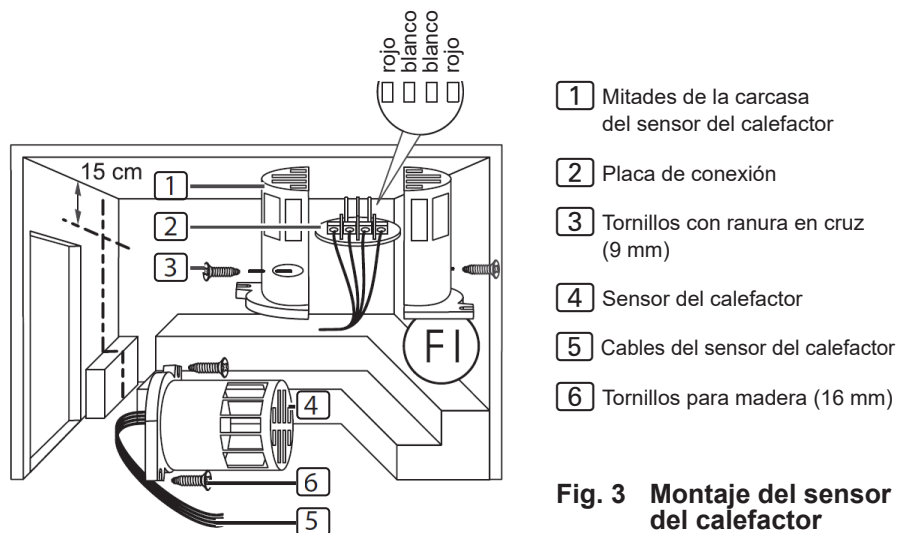

Fig. 3 Montaje del sensor del calefactor
Para montar el sensor del calefactor, siga los pasos siguientes (véase la **Fig. 3**):
3. Emborne las cuatro conexiones del cableado del sensor del calefactor [5] tal como se indica en **Fig. 3**.
4. Coloque la placa de conexión [2] dentro de las mitades de la carcasa del sensor de forma transversal (como se muestra en la **Fig. 3**).